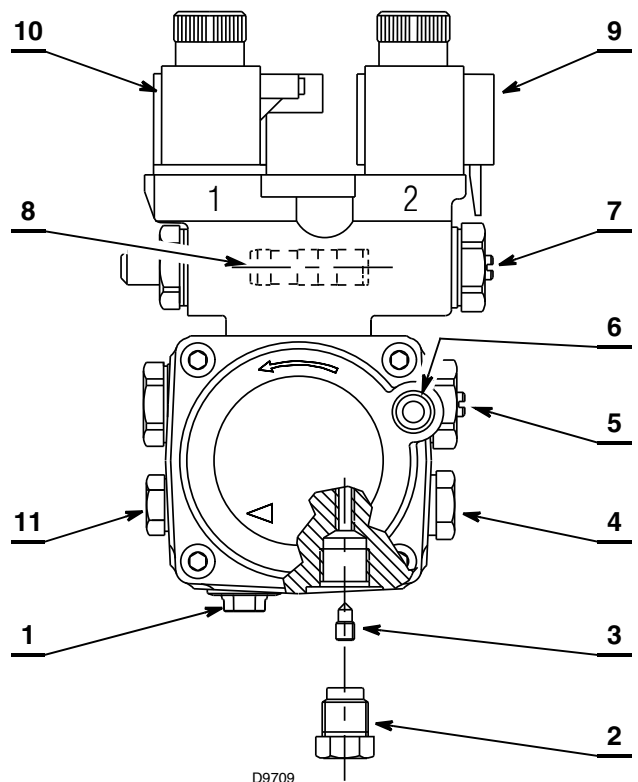

Fig. 11
- La pompa (Fig. 11) è predisposta per funzionamento bitubo. Per il funzionamento monotubo è necessario svitare il dado di ritorno 2), togliere la vite di by-pass 3) e quindi riavvitare il dado 2) (Fig. 11).
Il tappo di chiusura dell'alimentazione olio (Aspirazione 1) (Fig. 11) è di plastica. Una volta rimosso, si raccomanda di eliminarlo e di non riutilizzarlo in nessun caso.
Legenda (Fig. 11)
È sufficiente allentare l'attacco del vacuometro 6) (Fig. 11) ed attendere la fuoriuscita del combustibile.